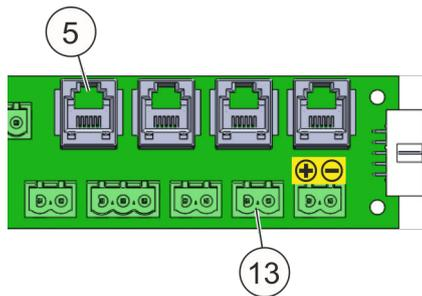
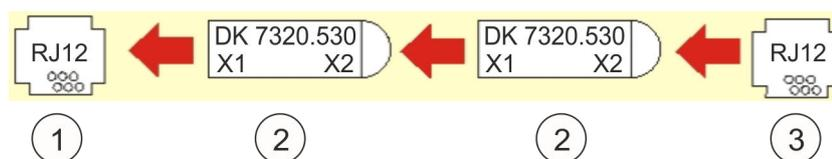

Fig. 28: Conexiones del interruptor de contacto de puerta
Fig. 29: Esquema de instalación para el interruptor de contacto “conector RJ12” (sensor de acceso)
La entrada para contacto de puerta “5” (Fig. 28/5) está diseñada para el tipo de conmutador Rittal 7320.530 (Fig. 30/2 o 3). Conectar el interruptor de contacto de puerta de la opción “conector RJ12” a la entrada para contacto de puerta “5”. Realizar la conexión conforme a Fig. 29 y Fig. 30.
- 1 Entrada para contacto de puerta “5” (Fig. 28/5)
La resistencia terminal premontada (Fig. 28/13) se debe retirar si se utiliza el conmutador “Rittal 7320.530”.